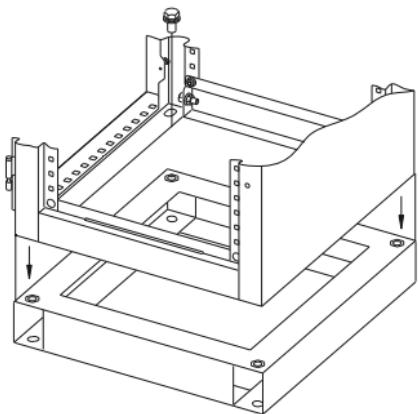

Рисунок 28
20.2 Закрепите цоколь четырьмя болтами M12×25 с шайбами (рисунок 28). Момент затяжки 56 Н·м.